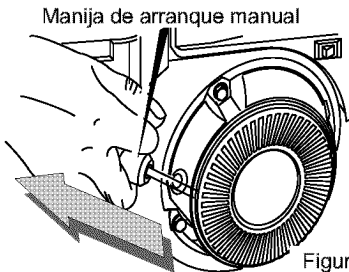

Figura 67
- (ARRANQUE MANUAL)** Jale la manivela de arranque con un movimiento seguro y rápido (vea la Figura 67). No deje que la inercia del encendido jale la cuerda del arranque con violencia. Permita que vuelva a enrollarse suavemente mientras sostiene la manivela.